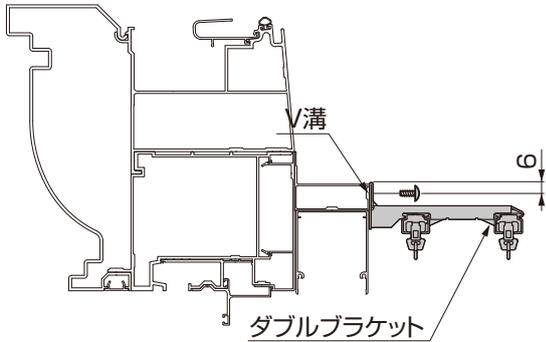

図4-4 桁側
①収納網戸を取付けている場合は図4-4、図4-5を参照して取付けてください。